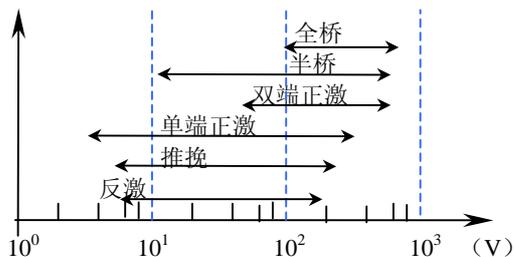

图 2.1 各种隔离拓扑应用电压范围
**决定拓扑选择的一个重要因素是输入电压和输出/输入比**。图 2.1 示出了常用隔离的拓扑相对适用的电压范围。拓扑选择还与输出功率，输出电压路数，输出电压调节范围等有关。一般情况下，对于给定场合你可以应用多种拓扑，不可能说某种拓扑对某种应用是绝对地适用，因为产品设计还有设计者对某种拓扑的经验、元器件是否容易得到、成本要求、对技术人员要求、调试设备和人员素质、生产工艺设备、批量、军品还是民品等等因素有关。因此要选择最好的拓扑，必须熟悉每种拓扑的长处和短处以及拓扑的应用领域。如果随便选择一个拓扑，可能一开始就宣布新电源设计的失败。